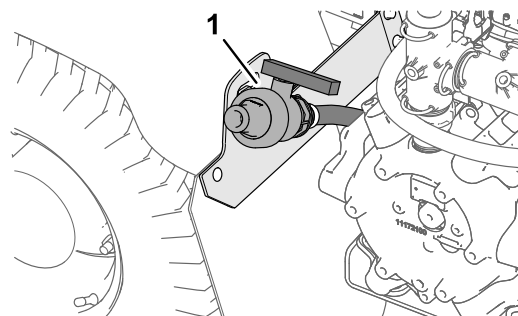

Figure 47
2. Trouvez l'emplacement du robinet de vidange de la cuve sur l'aile arrière gauche de la machine (Figure 47).